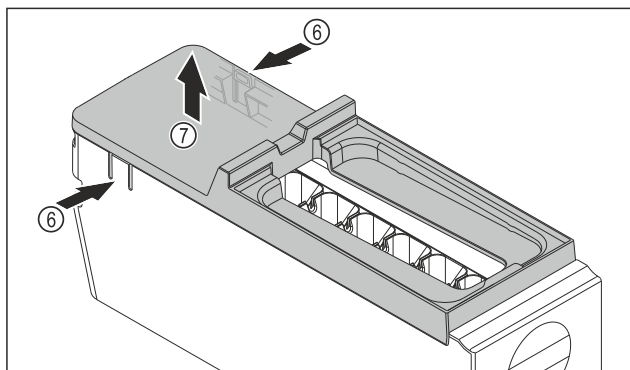

Fig. 137
- Vegye le az EasyTwist-Ice egység testének fedelét: Nyomja meg az egyik kezével a fület Fig. 137 (6) az EasyTwist-Ice egység testének mindkét oldalán.
- Vegye ki a fedelet Fig. 137 (7) a másik kezével felfelé.